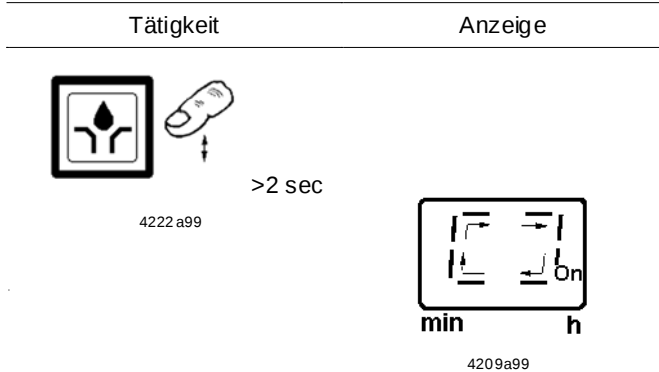

Abb. 13-2 Zusatzschmierung auslösen
- ➔ Taster (Abb. 13-2) zum Auslösen einer Zusatzschmierung länger als zwei Sekunden betätigen.
Nach vollständiger Entleerung des Behälters kann es vorkommen, dass die Pumpe längere Zeit laufen muss, um die volle Förderleistung zu erlangen. Dazu ist mehrmaliges Auslösen einer Zusatzschmierung nötig (Abb. 13-2).